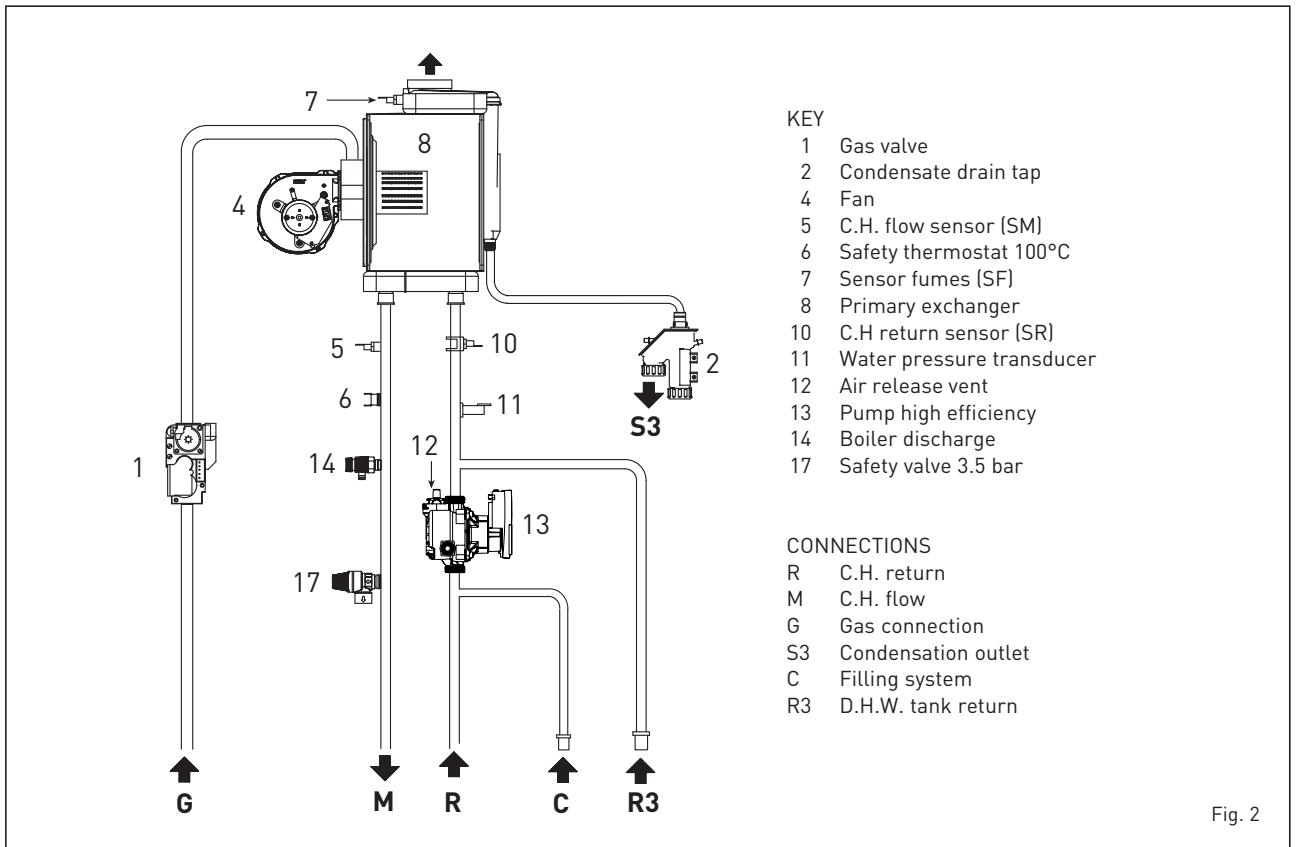

Fig. 2
1.4 FUNCTIONAL DIAGRAM (fig. 2)